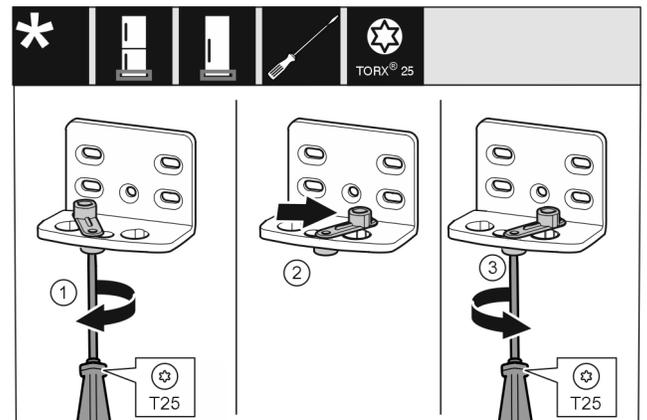

Fig. 11 *
- ▶ Visser la vis sans serrer avec un tournevis T25. Fig. 11 (1) *
- ▶ Soulever le ressort de fermeture et le tourner de 90° à droite dans l'alésage. Fig. 11 (2)*
- ▶ Serrer la vis avec un tournevis T25. Fig. 11 (3) *